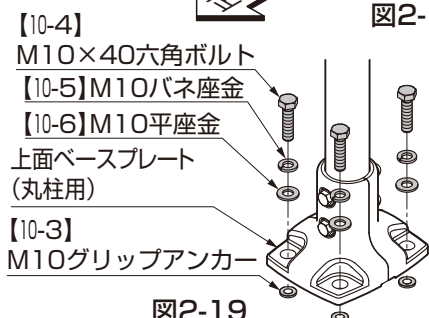

図2-19
- ② 【10-4】、【10-5】、【10-6】で上部ベースプレート（丸柱用）を【10-3】に取付けてください。（図2-19 参照）